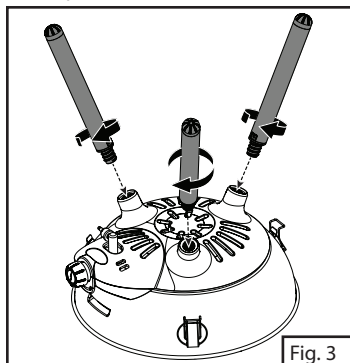

Fig. 3
6. Atornille las patas en el sentido horario en las tomas en la parte de abajo del horno. (Fig. 3)